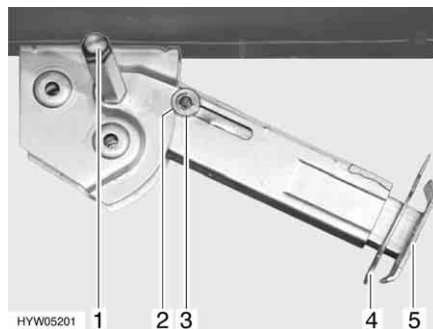

Fig. 51 Vérin stabilisateur
- Placer la clé à pipe sur l'écrou à six pans (Fig. 51,1) et tourner jusqu'à ce que le vérin stabilisateur soit en position verticale vers le bas.
- Retirer la goupille (Fig. 51,4) de la rallonge du pied d'appui (Fig. 51,5).
- Placer la clé à pipe sur l'écrou à six pans (Fig. 51,1) et tourner jusqu'à ce que le vérin stabilisateur se dégage du sol.
- Rentrer complètement la rallonge du pied d'appui (Fig. 51,5) et insérer la goupille (Fig. 51,4) dans le trou prévu à cet effet.
- Tourner la clé à pipe sur l'écrou à six pans (Fig. 51,1) jusqu'à ce que le vérin stabilisateur ait pivoté vers le haut et le disque de guidage (Fig. 51,3) soit complètement rentré dans l'encoche (Fig. 51,2).